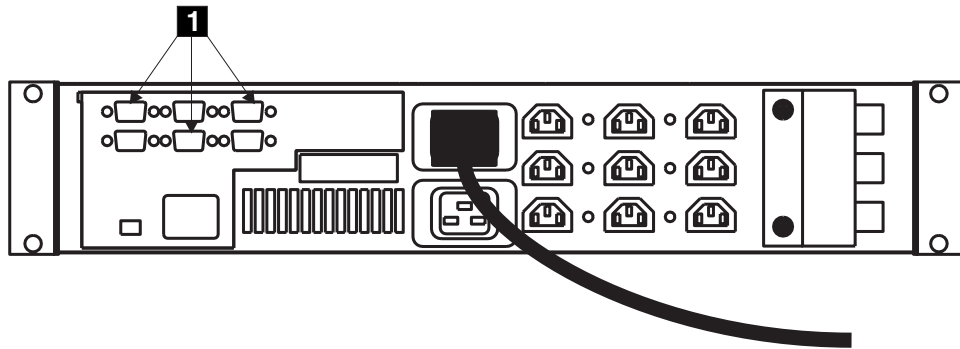

図 62. シグナル・ケーブルの切り離し
2. UPS 5125 の後部のシグナル・ケーブル **1** (図 62) を切り離します。